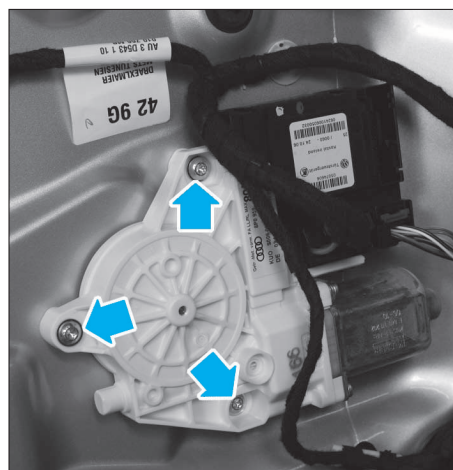

FIG. 55
- Débrancher le moteur de lève-vitre puis le déposer (Fig.55).